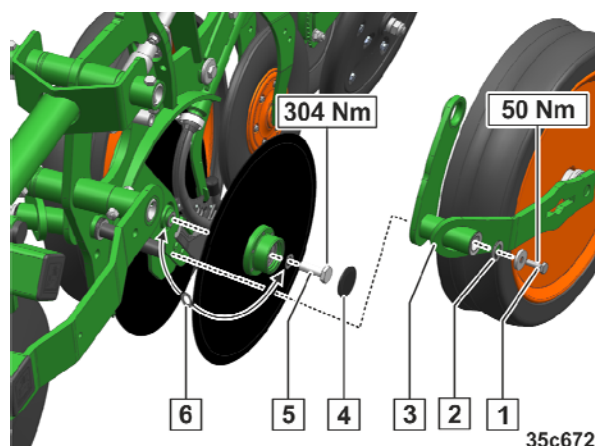

Fig. 312
1. Desserrer et retirer la vis (Fig. 312/1).
2. Démontér la roue porteuse avec son support (Fig. 312/3).
3. Respecter le nombre d'entretoises (Fig. 312/2).
4. Retirer les capuchons anti-poussière (Fig. 312/4).
5. Desserrer et retirer les vis centrales (Fig. 312/5).
- Retirer ou ajouter des entretoises (Fig. 312/6) si nécessaire.